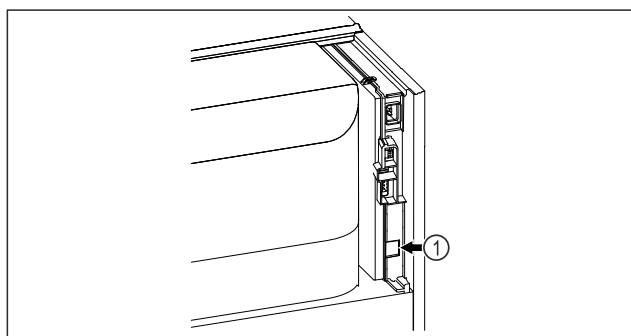

Fig. 167
- Je používán SmartModule Fig. 167 (1).